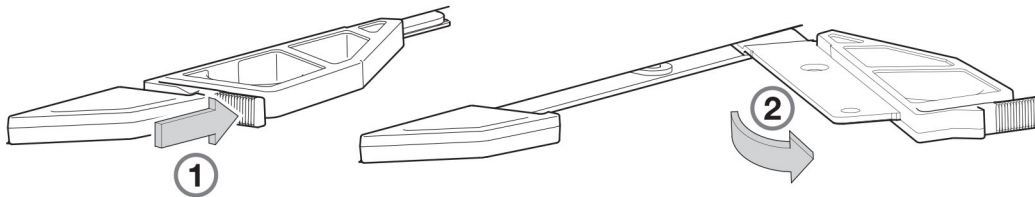

Figure 53. Détail du fonctionnement du loquet de l'IOM
- 4 Saisissez le loquet du module entre le pouce et l'index, et serrez la bride et la poignée ensemble pour libérer la poignée de verrouillage de son élément d'amarrage (détail n° 1), et faites pivoter le loquet vers l'extérieur pour libérer l'IOM de sa position (détail n° 2) comme indiqué dans Figure 53. Détail du fonctionnement du loquet de l'IOM.